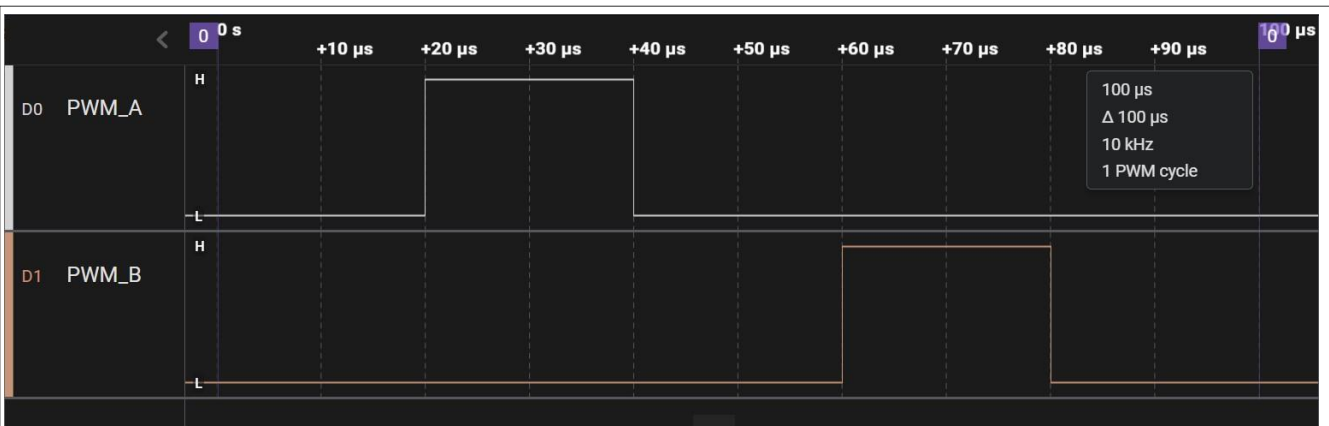

图34. 双开关PWM波形 (DBLEN = 1, SPLIT = 1)
- 图34分别表示在SMOCTRL[SPLIT] = 0且SMOCTRL[SPLIT] = 1条件下PWM_A和PWM_B的输出。